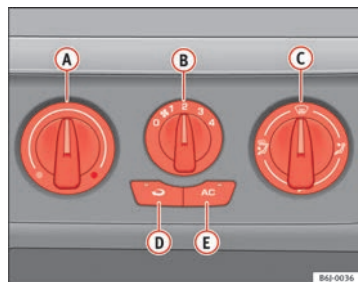

Fig. 93 Sur la planche de bord : éléments de commande du climatiseur
- Les régulateurs $\Rightarrow$ fig. 93 **A** et **C** et la commande **B** permettent de régler la température, la distribution de l'air et la vitesse de la turbine.